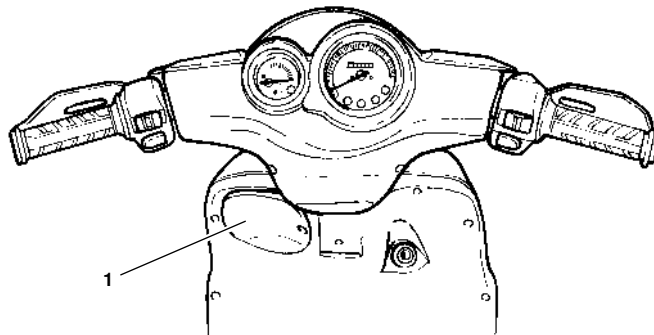
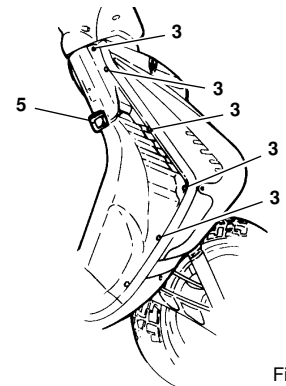

Fig. 11
Fig. 17
- Die Schrauben (3 - Fig. 17) abschrauben, sechs auf der rechten und sechs auf der linken Seite (eine Schraube befindet sich unter der Klappe 1 - Fig. 11).
- Die Schrauben (3 - Fig. 17) abschrauben, sechs auf der rechten und sechs auf der linken Seite.
- Den Taschenhaken (5 - Fig. 17) nach Lösen der beiden Befestigungsschrauben ausbauen.